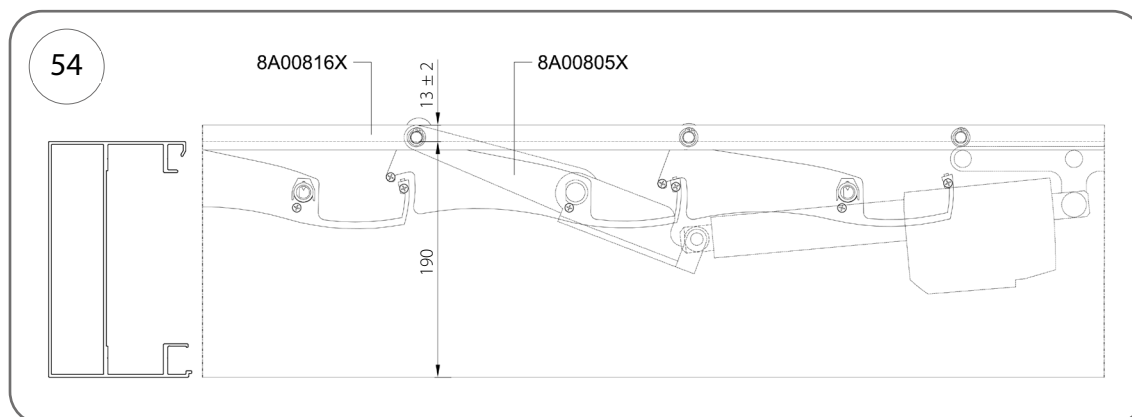

Fig. 54
3. Impostare la posizione di fine corsa in chiusura come da Fig. 54.